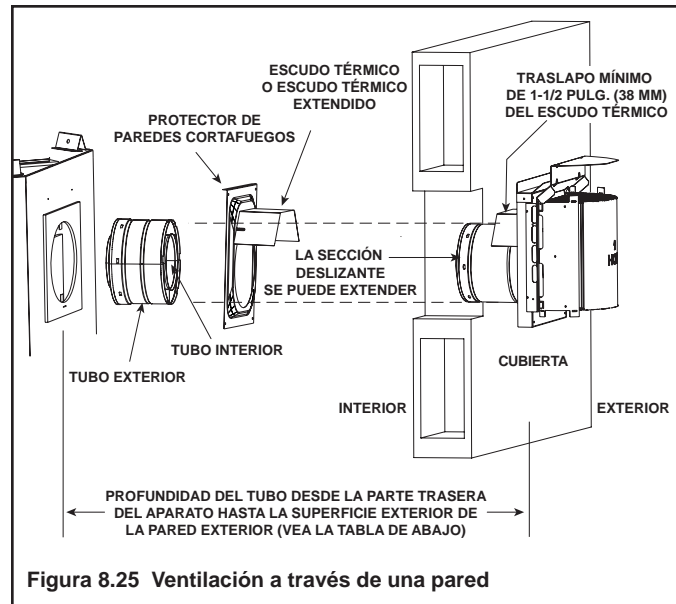

Figura 8.25 Ventilación a través de una pared
- **NO** retire los escudos térmicos del protector de paredes cortafuegos y el respiradero (consulte la Figura 8.25).
El escudo térmico tiene dos secciones. Una de las secciones está unida al protector de paredes cortafuegos. La otra está unida al respiradero. Consulte la figura 8.25